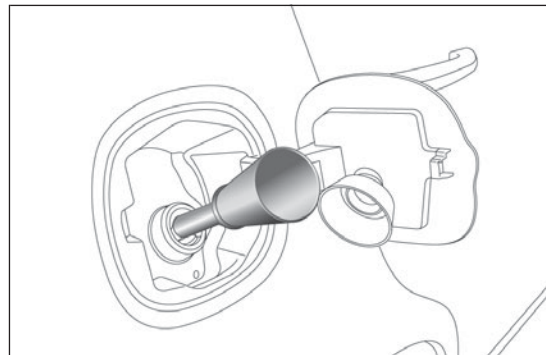

fig. 130
- ☐ introducir el adaptador en la boca de llenado, tal y como se indica en fig. 130 y proceder al repostado;